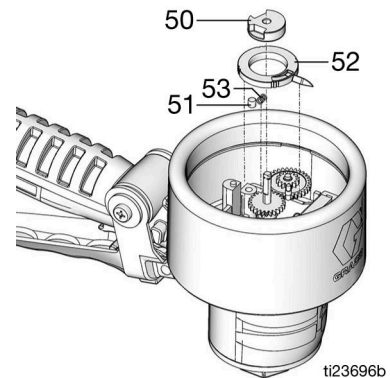

FIG. 23
4. Placer le pointeur inférieur (52), le ressort (53), la goupille (51) et la cheville (50) comme montré sur la FIG. 23. Avec une clé hexagonale, visser et serrer la vis sans tête de la cheville.